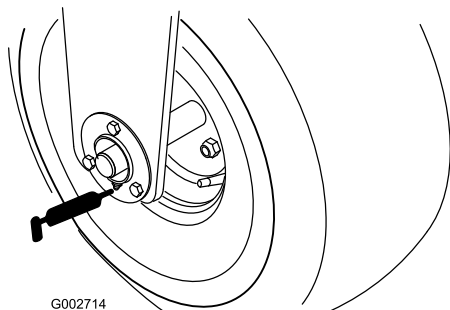

Figura 20
- Rolamento da roda dianteira (1) (Figura 20)